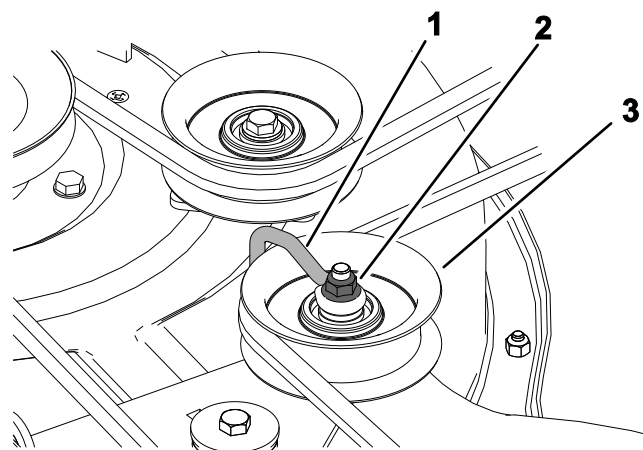

Figure 51
5. Desserrez l'écrou qui fixe le fil métallique à la poulie de tension (Figure 51).
- Resserrez l'écrou qui fixe le fil métallique à la poulie de tension (Figure 51).
Remarque: Positionnez le fil métallique contre le bras de la poulie de tension comme montré à la Figure 51.